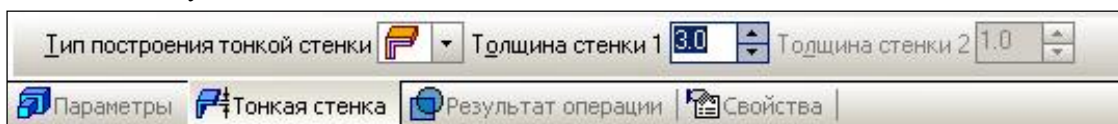

Рис. 2.14. Параметры закладки **Тонкая стенка**.
1.17. На закладке **Тонкая стенка** (рис. 2.14) установите **Тип построения тонкой стенки – Средняя плоскость** и толщину стенки **3 мм** – толщина создаваемой пластины.